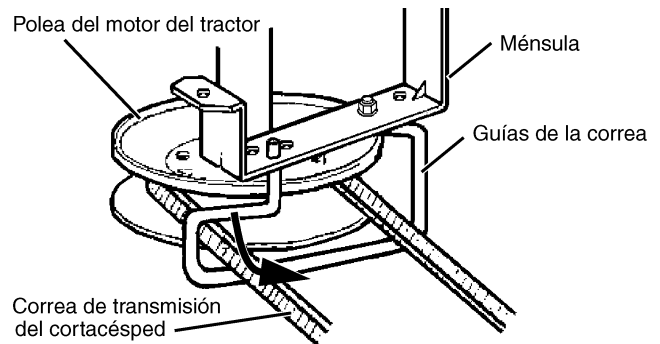
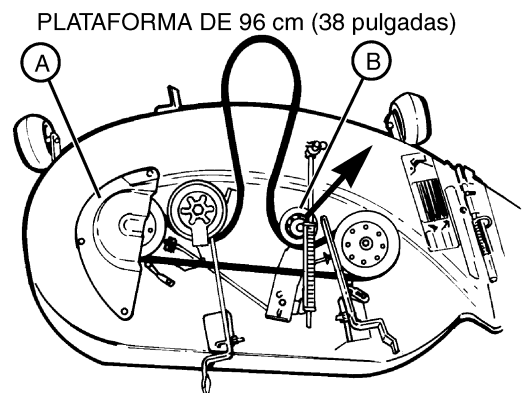
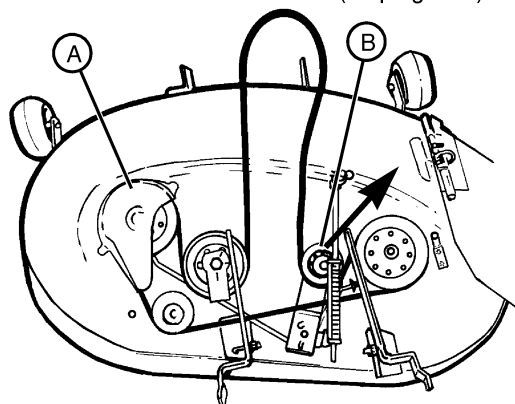
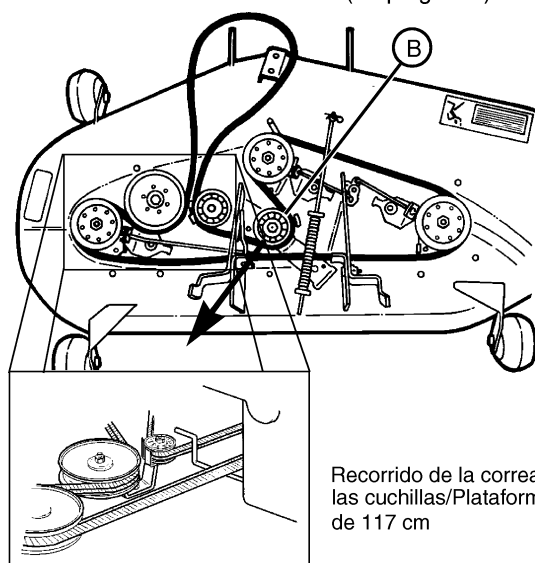

FIGURA 36
FIGURA 37
FIGURA 38
FIGURA 39
- Baje el lado izquierdo de la guía de la correa y hágala girar lejos de la polea del motor. Instale la correa en la polea y devuelva la guía a su posición original. Asegúrese de que la guía esté bien asentada en el orificio (Vea la FIGURA 36).
Plataforma de 96 cm (Vea la FIGURA 36 y la FIGURA 37):
Plataforma de 107 cm (Vea la FIGURA 36 y la FIGURA 38):
Plataforma de 117 cm (Vea la FIGURA 36 y la FIGURA 39):